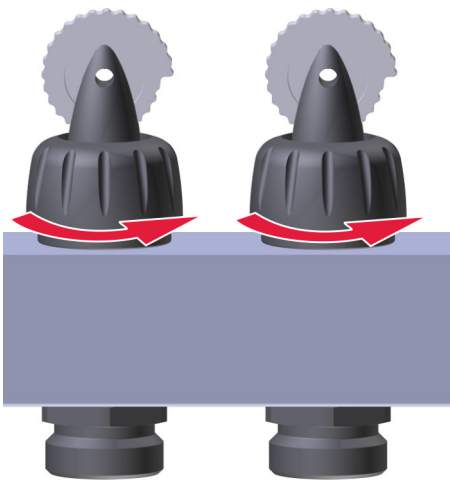

Abb. 68: Handverstellungen entfernen
1. → Um die Handverstellungen durch Stellantriebe zu ersetzen, Gewinde der Handverstellungen in Pfeilrichtung (Abb. 68/roter Pfeil) aufdrehen.